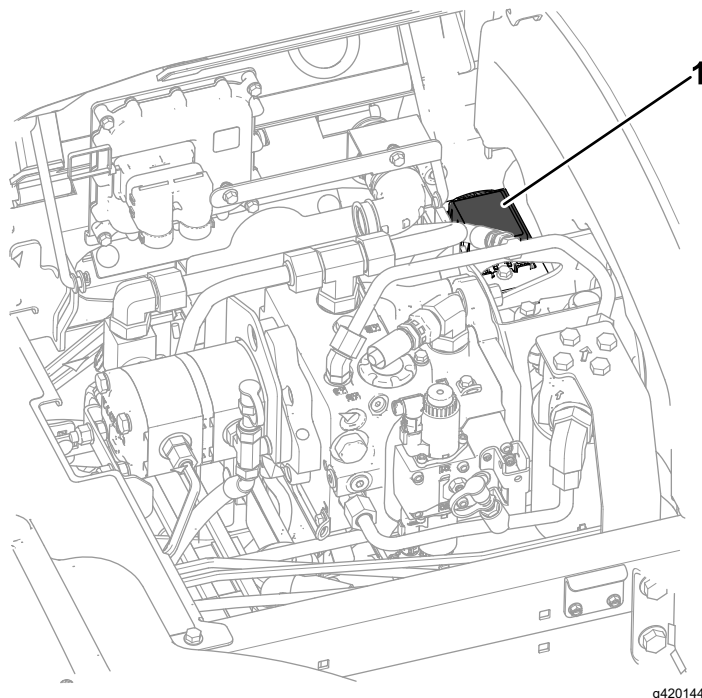

**Figura 94**
3. Cambie el fusible fundido (Figura 94) por otro del mismo tipo y amperaje.